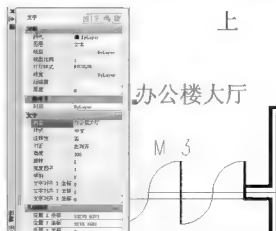

图 3.15 利用【对象特征管理器】修改文字
(1) 选择菜单栏中的【修改】|【特性】命令，打开【对象特征管理器】，或单击【标注】工具栏上的  图标，或在命令行输入“Pr”并按 Enter 键后则打开【对象特征管理器】。
(2) 在无前命令的状态下单击选择“办公楼大厅”，此时【对象特征管理器】内左下方下拉列表内出现【文字】选项，并且在【对象特征管理器】中列出“办公楼大厅”字体的属性描述，如图 3.15 所示，包括文字样式、文字高度、文字内容等，在这里可对其所有属性进行修改。